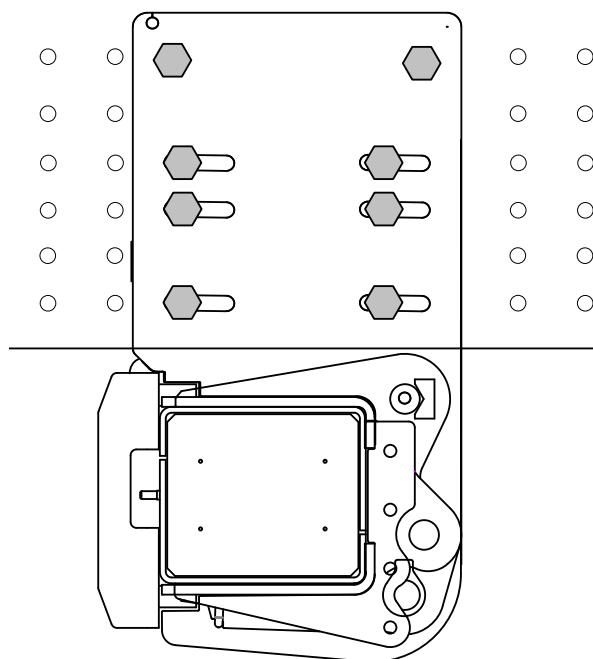

Bild 36. Montering av ramfästet på fordonsram med förborrade hål
16. Skruva fast fästena på utsidan av fordonsramen. Montera i de spårformade hålen med minst 6 skruvar. Använd passande skruvar (hållfasthet motsvarande M14 10.9 eller högre) och montera tillhörande bricka och mutter på fordonsramens insida. Montera skruvarna utan att dra åt. Se Bild 36.
19. Borra hål i fordonsramen för fästskruvar i respektive fästes två övre runda hål. Använd passande skruvar (hållfasthet motsvarande M14 10.9 eller högre) och montera tillhörande bricka och mutter på fordonsramens insida. Se Bild 36. Dra åt skruvarna med momentnyckel. **Åtdragningsmoment: Standard för vald skruv.**